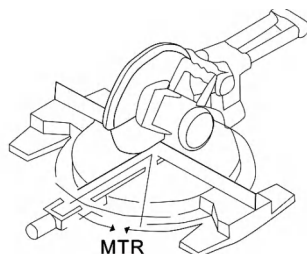

Fig.6
---Régler la valeur MTR sur la machine à découper pour effectuer une découpe oblique transversale (Fig.6).